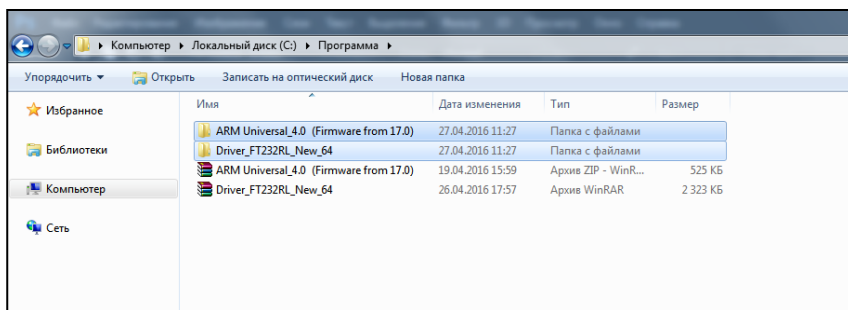

Рисунок 2.51 – Загруженное ПО
2. После загрузки необходимо разархивировать данные и будет получено две папки: с драйвером и программой (рис. 2.51).